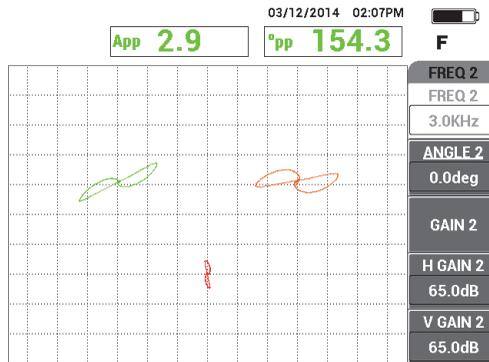

Figura 5-137 La scansione del foro passante
2. Effettuare una scansione lenta solamente del foro passante più piccolo e premere il comando ERASE (cancella) dell'interruttore a pedale per cancellare la schermata. Quando il segnale del foro è visibile sulla schermata del NORTEC 600, premere il tasto FREEZE (). [vedere Figura 5-137 a pagina 237].